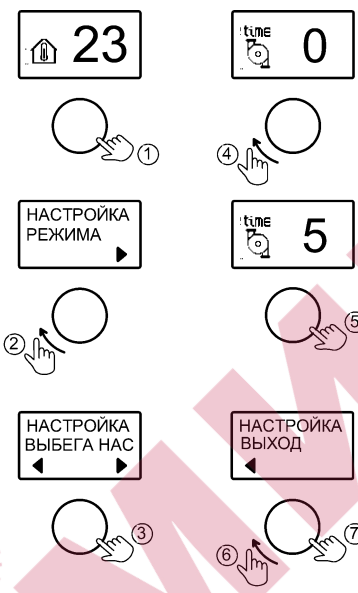

Рисунок 13. Настройка времени выбега насоса
**10.6 Вкладка «ВЫБЕГ НАСОСА»** предназначена для настройки работы циркуляционного насоса (см. рис.13). По умолчанию установлена настройка «0» – это означает, что насос работает постоянно с момента включения котла в электросеть, независимо от наличия или отсутствия подачи электропитания на ТЭН, а также вне зависимости от выбранного режима работы котла. Имеется возможность установить время выбега насоса (от 0 до 60 минут), т.е. изменить характер работы насоса с постоянного на периодический. Например, если установить время выбега равное 5 мин, то с момента прекращения подачи электропитания на ТЭН, насос проработает в течении 5 минут и выключится. Следующий запуск